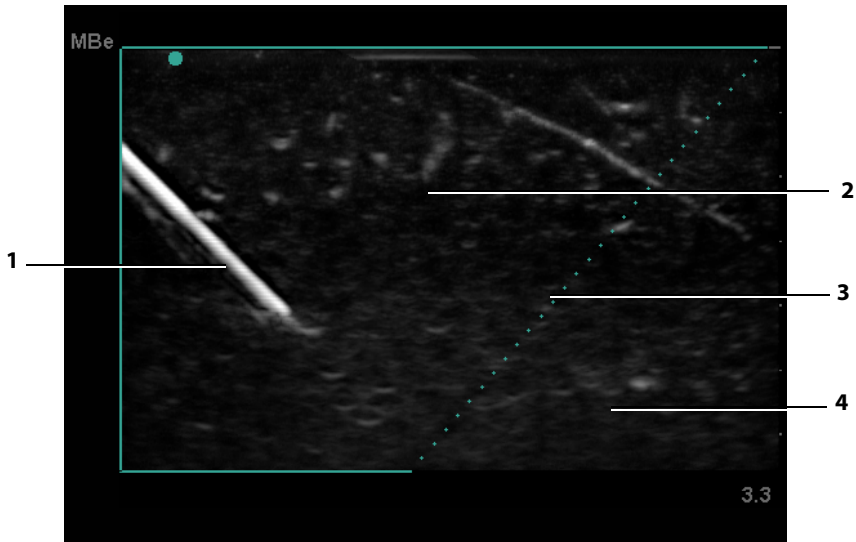

Figura 2: Immagine con MBe (trasduttore lineare)
- Si noti che le strutture lineari sono ingrandite solamente in una porzione contornata dell'immagine. L'area esterna al contorno rimane invariata. (consultare la sezione Figura 2.)
Attiva il sistema SonoMBe di acquisizione delle immagini, che ingrandisce le strutture lineari in una gamma selezionata di angolazioni e che può facilitare la guida dell'ago durante il posizionamento del catetere e procedure di blocco dei nervi. Un contorno a tre o quattro lati indica l'area interessata. (consultare la sezione Figura 2.)